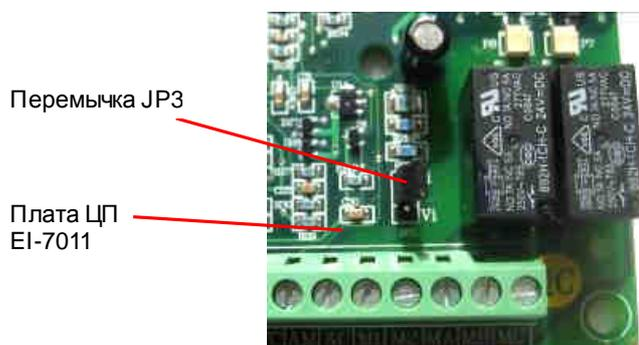

Рис. 4.29. Перемычка JP3 на плате ЦП EI-7011.
**CD-043 = 0** Клемма FI – в потенциальном режиме 0...10 В установить перемычку JP3 на плате ЦП в нижнее положение (рис. 4.29).
4.18.14. Восстановить пользовательские значения констант (п. 4.18.1). Установить перемычку JP3 на плате ЦП в верхнее положение (рис. 4.29).